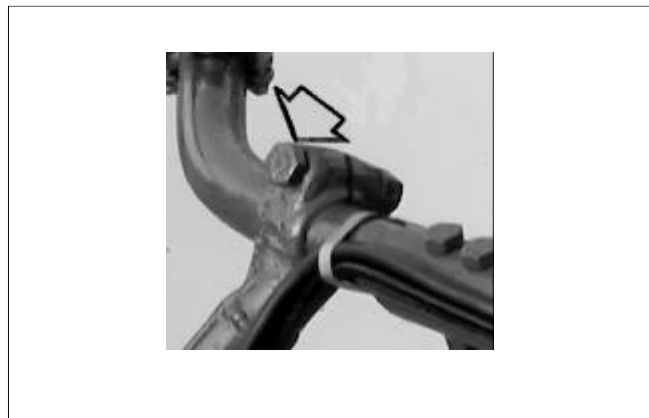

Fig.33
1. Slacken the clamp bolts (Fig. 33)
1. Maak de klembouten (Afb. 33) los.
1. Desserrer les boulons de serrage (Fig. 33).